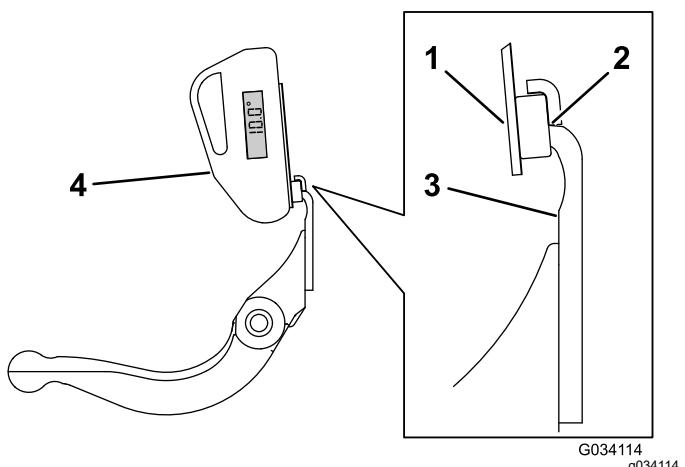

Figura 31
- Coloque el soporte del indicador de ángulo sobre el filo de la contracuchilla de manera que el borde del imán esté enrasado con el filo de la contracuchilla (Figura 31).
- Coloque el indicador de ángulo en el soporte, según se muestra en Figura 31.